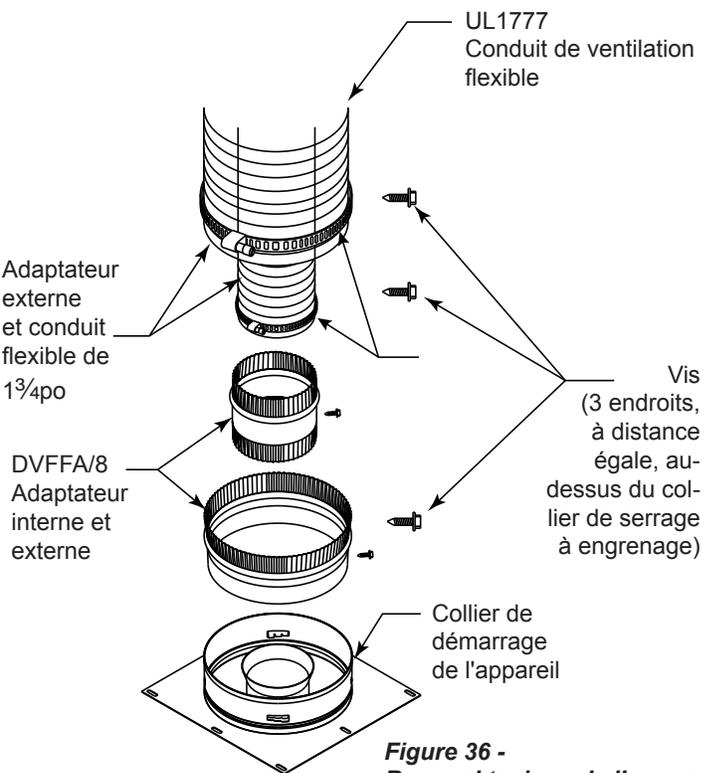

Figure 36 - Raccord typique de l'appareil
2. Le nécessaire de démarrage (DVFF8A/8) pour adaptateur flexible est utilisé pour fixer les conduits de ventilation flexibles au collier de démarrage de l'appareil. Ceci comprend des bagues d'adaptateur internes de 5 po et externes de 8 po. *Figure 36*
- B. Installation du conduit flexible externe. *Figure 36*